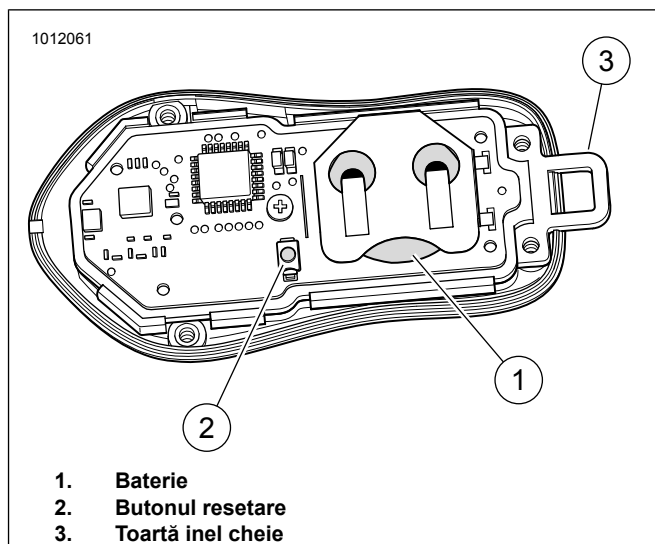

Figura 5. Resetare FOB și baterie
A se vedea figura 5. Toarta inelului pentru chei (3) poate cădea atunci când capacul este scos. Manevrați cu grijă să nu-l pierdeți.
A se vedea figura 5. Scoateți patru șuruburi care fixează capacul din spate al fob. Scoateți capacul.
2. A se vedea figura 5. Apăsați și mențineți apăsat butonul (2) până când Spectra Glo se aprinde pe vehicul și trece prin toate cele șapte zone de culoare. Continuați să țineți încă 5 secunde până când luminile Spectra Glo trec prin toate cele șapte zone de culoare a doua oară.